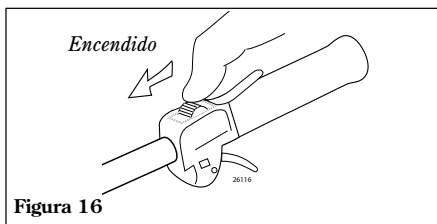

Figura 16
5. Cuando arranque el motor, mueva despacio la palanca del cebador a la posición "OPEN" (abierto). Consulte la figura 16. (Si el motor para después del arranque inicial, cierre la palanca del cebador y vuelva arrancar).